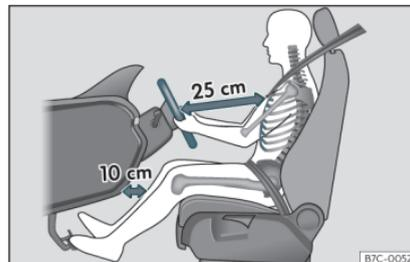

Fig. 2 La distance correcte entre le conducteur et le volant doit être de 25 cm minimum (10 pouces).
- Réglez le volant de sorte qu'il se trouve à une distance d'au moins 25 cm (10 pouces) du sternum »» fig. 2 et que vous puissiez le tenir à deux mains sur les côtés, à l'extérieur, les bras légèrement fléchis.
- Réglez le siège dans la longueur de manière à pouvoir actionner à fond les pédales avec les genoux légèrement fléchis et de manière à laisser une distance d'au moins 10 cm (4 pouces) entre les genoux et le tableau de bord »» fig. 2.